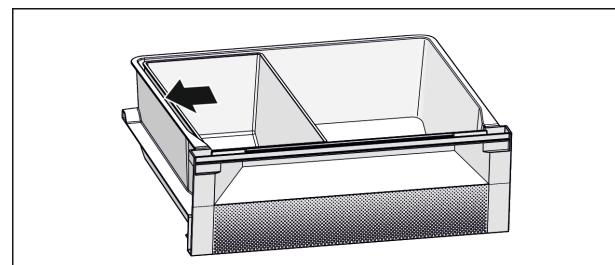

Fig. 7
- For en optimal kjølefunksjon: Plasser Fish & Seafood-skålen i henhold til illustrasjonen (se Fig. 7).